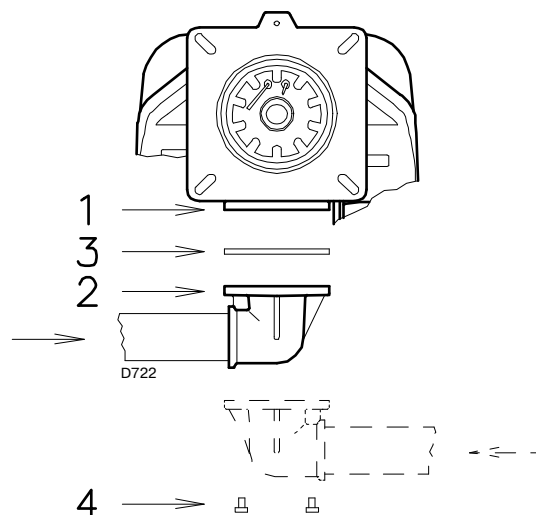

Рис. 18
- Рампа может присоединяться как слева, так и справа, как удобнее, смотри Рис. 18.